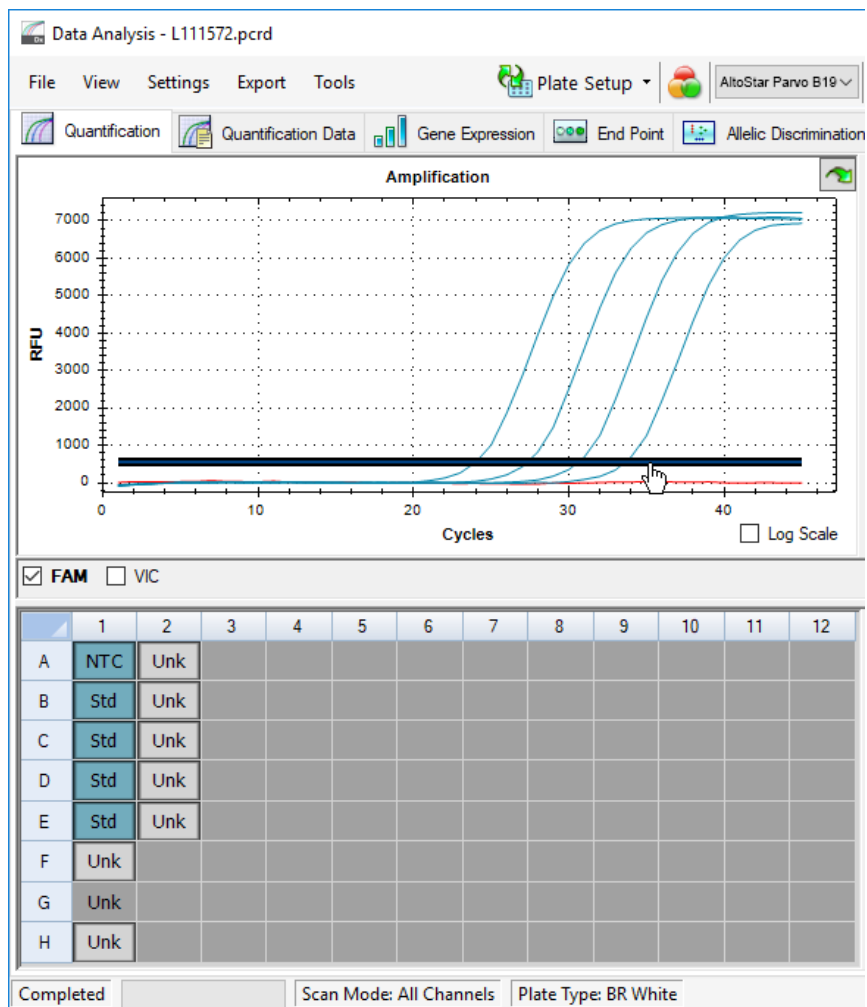

Figura 10: Ventana Data Analysis (análisis de datos): configuración del umbral FAM™
5. En la parte izquierda de la ventana Data Analysis (análisis de datos) quite la marca de la casilla de verificación **VIC** y marque únicamente la casilla **FAM** para el canal de detección de parvovirus B19 objetivo (consulte la figura 10).
6. Seleccione únicamente los pocillos que contienen el NTC y el QS en la vista de placa de la ventana Data Analysis (análisis de datos) (consulte la figura 10).
7. Arrastre el pocillo de umbral por encima de la señal del NTC hacia el área exponencial de las señales de QS (consulte la figura 10).